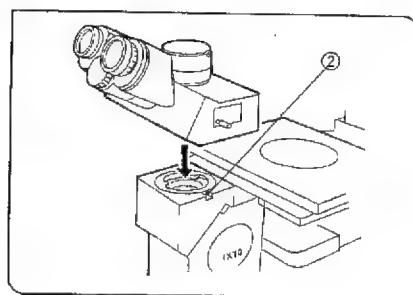

図 41
- 3) 中間鏡筒の鏡筒取付部の鏡筒固定ねじ②を六角ドライバでゆるめます。(図41)
- 4) 鏡筒取付部に、鏡筒の丸アリを双眼部が正面を向くように装着し鏡筒固定ねじ②を確実に固定します。(図41)